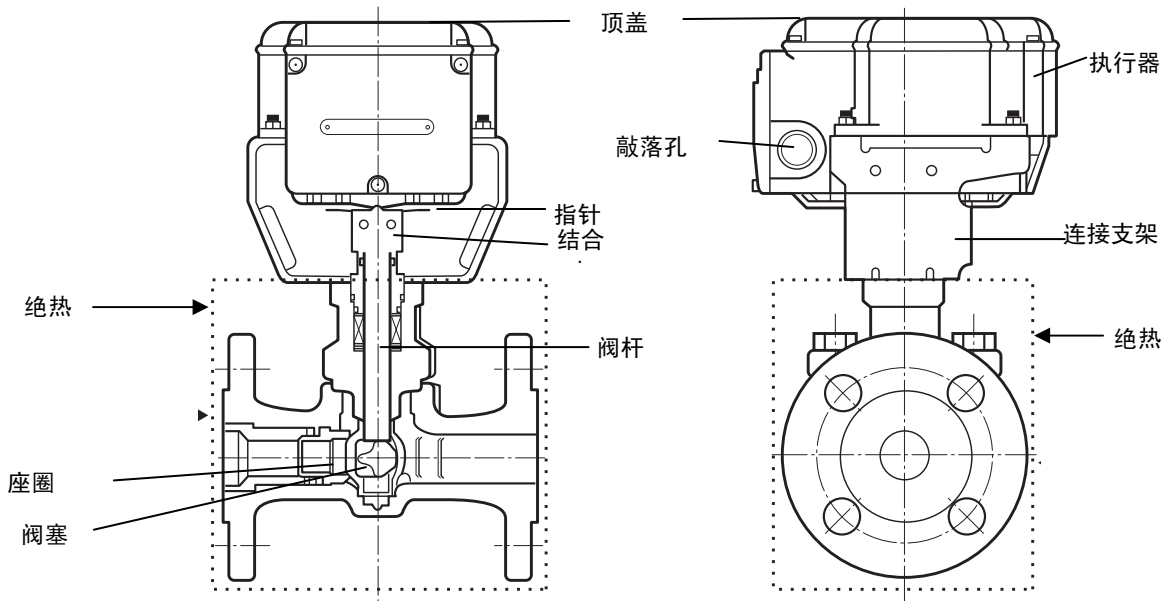

图3 部件识别
- 4) 不得在执行器以及连接支架上使用绝热装置。如果必要，只可将绝热装置应用于图3虚线范围内的区域。